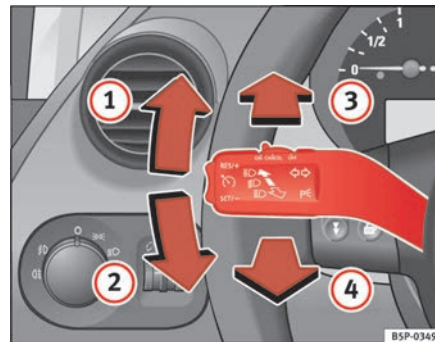

Fig. 78 Palanca de intermitentes y de luz de carretera
- Desplace la palanca hacia arriba hasta el tope ⇒ fig. 78 ① para encender el intermitente **derecho** o bien hacia abajo ②, para encender el intermitente **izquierdo**.
- Desplace la palanca hacia adelante  $\Rightarrow$  **página 122, fig. 78 ③** para encender la luz de carretera.